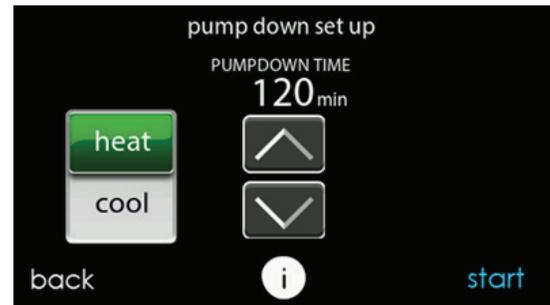

Fig. 21 – Écran de configuration d'évacuation du frigorigène
3. L'évacuation de frigorigène en mode COOL permet d'isoler le frigorigène dans l'appareil extérieur. Configurez la période désirée. La durée par défaut de cette procédure est de 120 minutes. Consultez la Fig. 21.